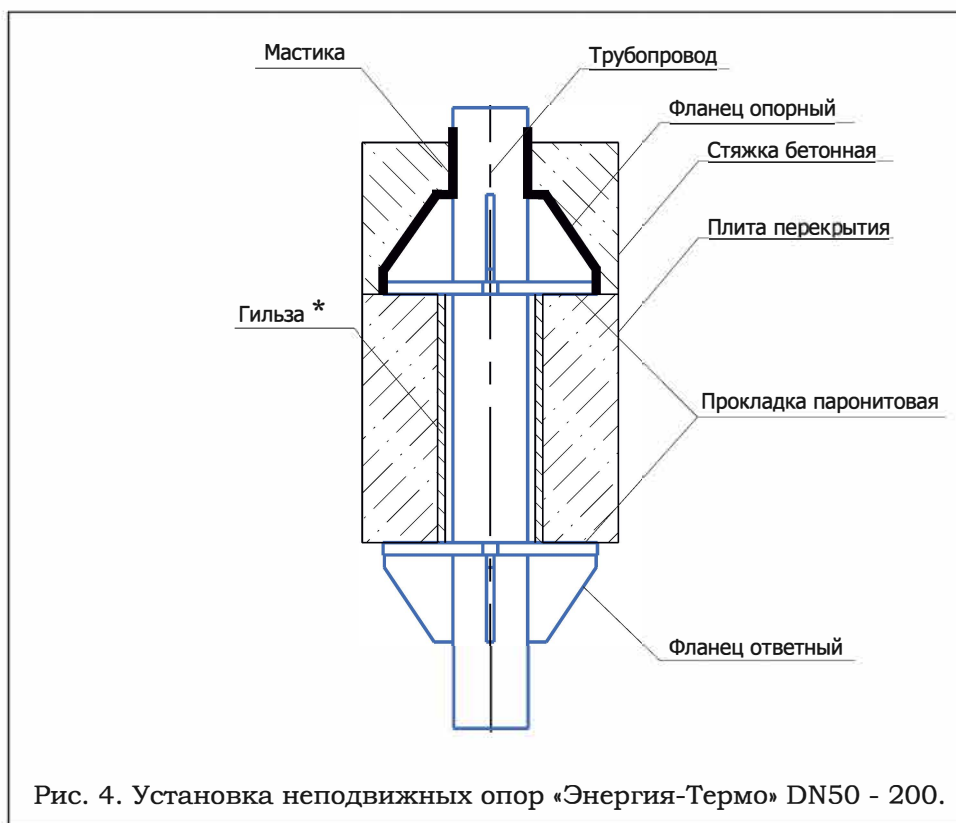

Рис. 4. Установка неподвижных опор «Энергия-Термо» DN50 - 200.
2. Зафиксировать основание опорного фланца в соответствии с рис.4 (стр. 38). Обеспечить плотное прилегание основания опорного фланца и паронитовой прокладки к плите перекрытия, зазоры не допускаются.
5. Зафиксировать основание ответного фланца в соответствии с рис.4 (стр. 38). Обеспечить плотное прилегание основания ответного фланца и паронитовой прокладки к плите перекрытия, зазоры не допускаются.